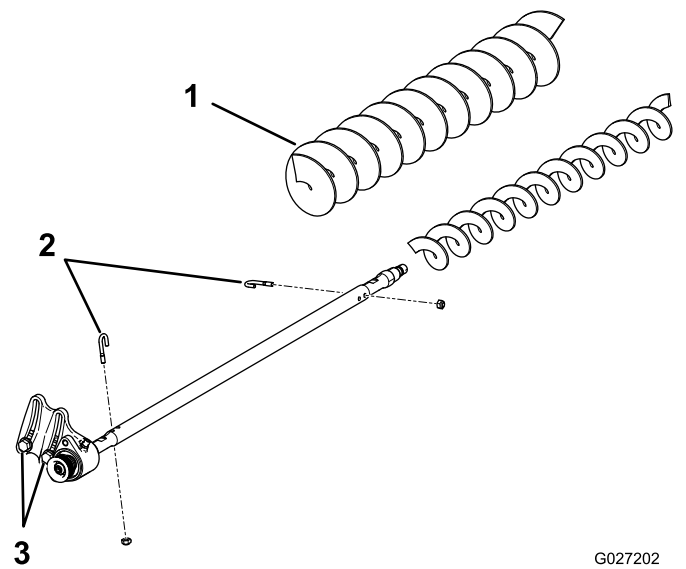

图20
3. 拆下 2 个 J 形螺栓和螺母（图20）。
4. 滑动现有滚筒刷，从刷轴上取下来（图20）。
5. 松开将传动轴承座固定到轴承座安装支架上的 2 个螺栓、垫圈和螺母（图20）。
6. 把高剪滚筒刷滑入刷轴（图20）。
7. 使用之前卸下的 2 个 J 形螺栓和螺母，把滚筒刷夹在轴上（图20）。